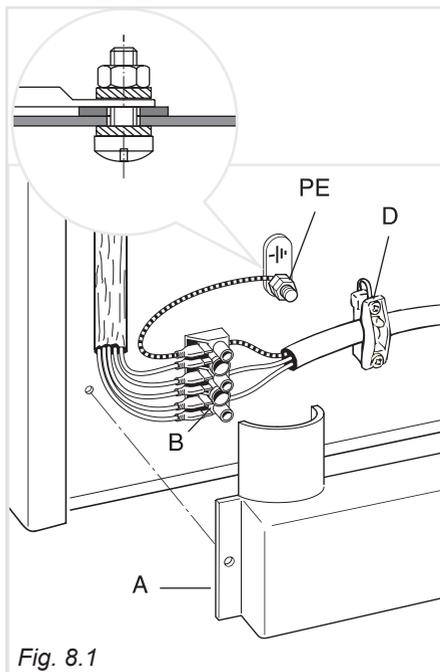

Fig. 8.1
- Svitare le viti di fissaggio della protezione "A" dietro la cucina (Fig.8.1).
- Infilare nel fissacavo "D" il cavo di alimentazione di sezione adeguata come descritto nel capitolo "Sezione dei cavi di alimentazione" (Fig. 8.1).